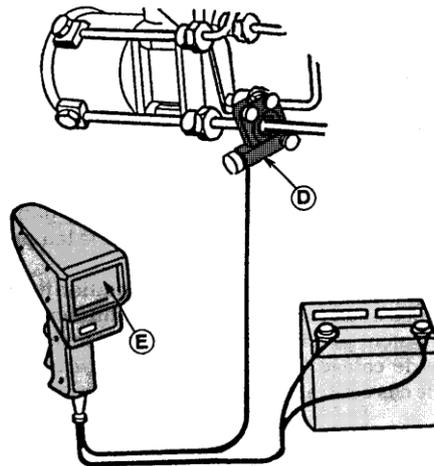

Fig.36
**Fig.35***a.2) Méthode de calage (fig.36)*